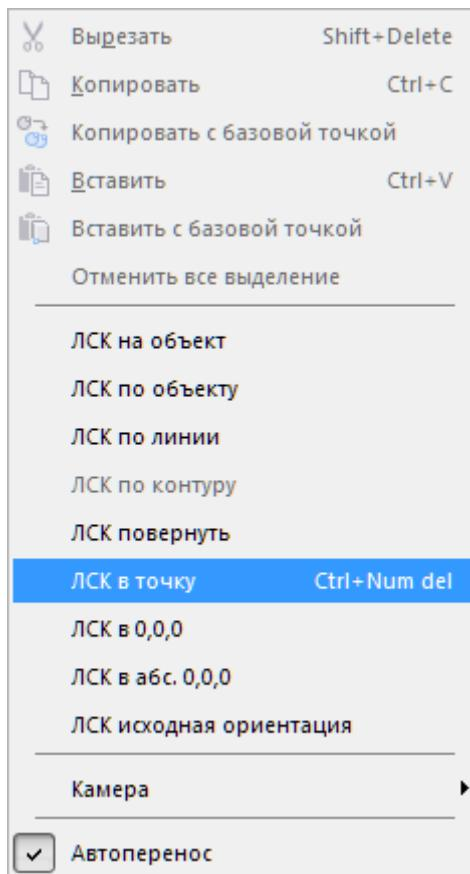

Рис. 2.3. Контекстное меню правой кнопки мышки
- Нажмите правую кнопку мышки. Из появившегося контекстного меню выберите команду – **ЛСК в точку** (рис.2.3)